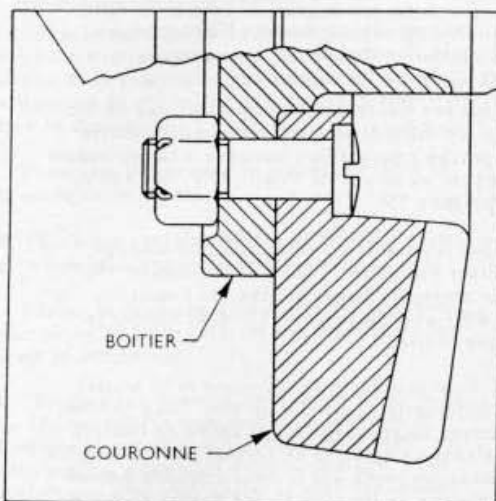

Fig. 19
2. Pour remplacer la couronne et le boîtier de différentiel, ou l'une de ces deux pièces, nettoyer soigneusement les faces en contact et s'assurer qu'elles ne portent pas de bavures; Fixer la couronne sur la demi-coquille gauche au moyen de boulons et des écrous indesserrables spéciaux, de la manière représentée fig.19. On remarquera que les têtes fendues des boulons se logent dans les lamages usinés dans la face dentée de la couronne. Bloquer les écrous auto-serreurs à 6,9-8,3m.kg.